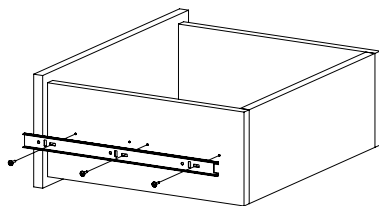

Рис. 10
9. Закрепите внутренние планки направляющих на деталях 8 и 9 шурупами 3,5x16 (Рис. 10). При необходимости регулировки ящика выкрутите шурупы из круглых отверстий и перекрутите в овальные (продольные и вертикальные регулировочные отверстия). Не затягивая до конца шурупы, сместите ответную планку вверх-вниз. Затяните шурупы до конца.